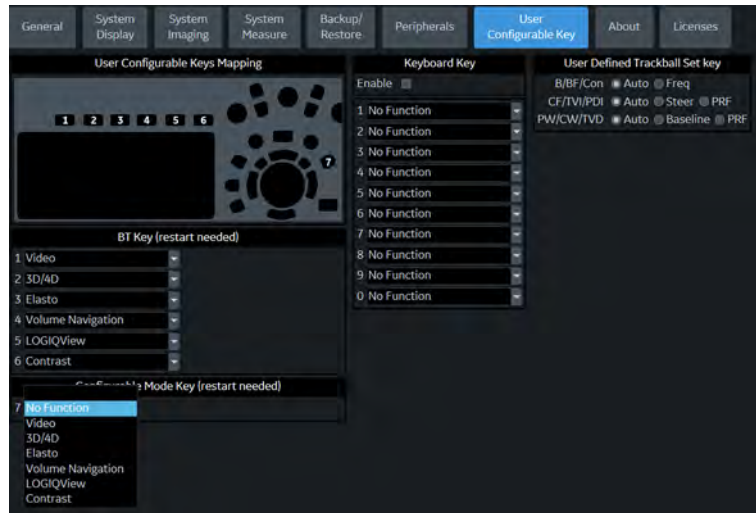

Рис. 10-4. Меню предустановок пользовательских клавиш
2. Для настройки цифровых клавиш клавиатуры выберите функцию для каждой клавиши (см. рисунок выше, Рис. 10-4). Имеется десять (10) настраиваемых клавиш клавиатуры.